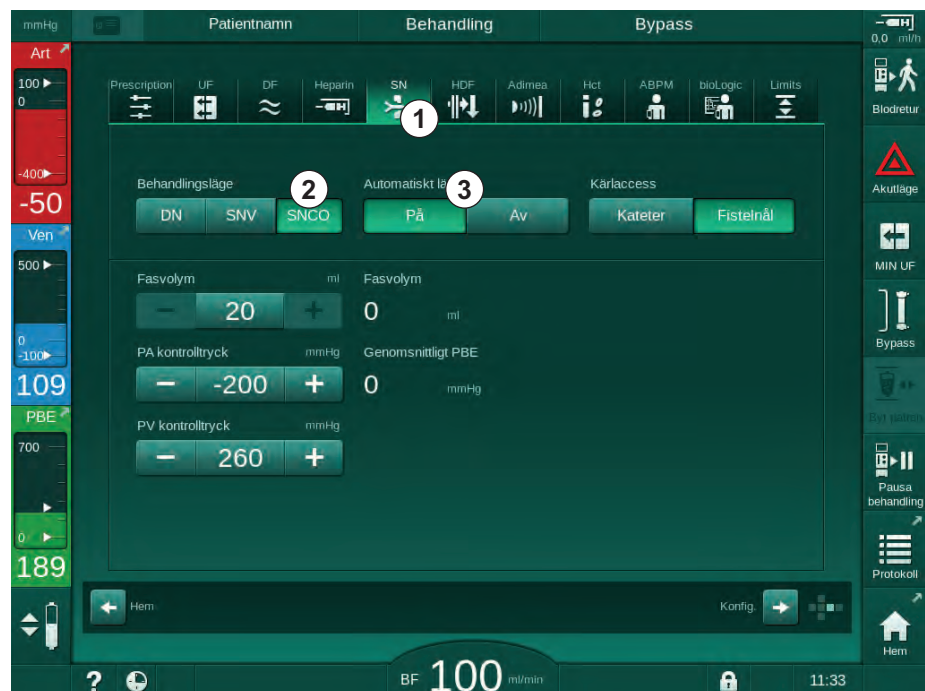

Bild 9-1 Ändring till Enkelnål Cross-Over
2. Tryck på ikonen *SN* (Bild 9-1, ①).